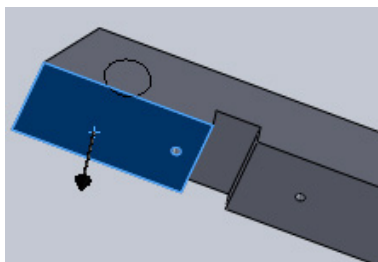

Figura 10.6 – Face inferior selecionada
- 2.10 Agora vamos utilizar novamente o Assistente de perfuração para furos de outra medida. Clique na face da peça mostrada na Figura 10.6.